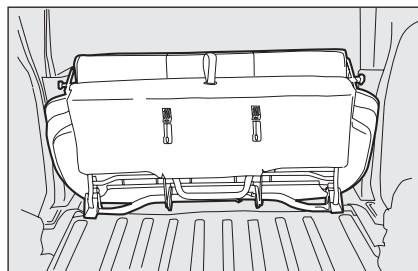
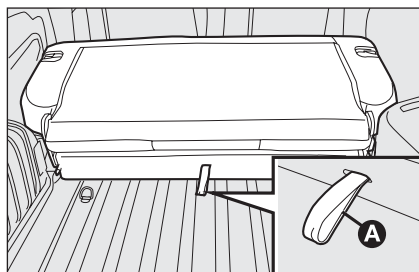

fig. 79
fig. 78
- Pour agrandir davantage le compartiment de chargement, tirer la languette **A-fig. 78** située derrière le dossier du siège AR et rabattre en avant le siège et le dossier **fig. 79**.